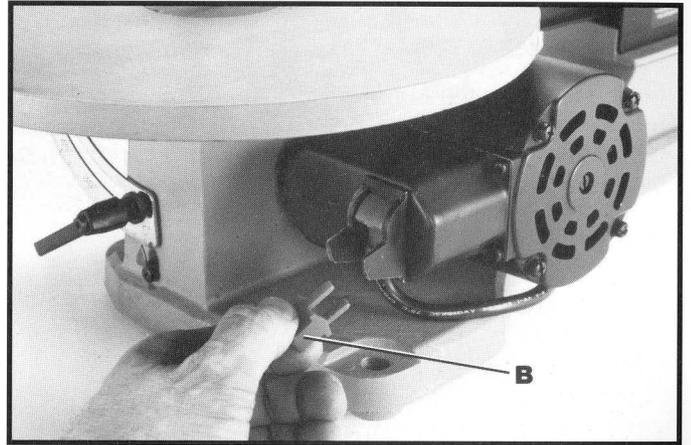

Fig. 7
Nous conseillons de verrouiller l'interrupteur marche/arrêt à la position «OFF» (ARRÊT), quand la scie n'est pas utilisée. Ceci se réalise en prenant le bouton de l'interrupteur (B) et en le retirant de l'interrupteur, comme l'illustre la fig. 7. Le bouton (B) étant enlevé, l'interrupteur ne fonctionne plus. Cependant, si le bouton est enlevé alors que la scie est en marche, l'interrupteur peut être mis à l'«ARRÊT», mais la remise en marche ne peut pas avoir lieu tant que le bouton (B) n'est pas inséré.